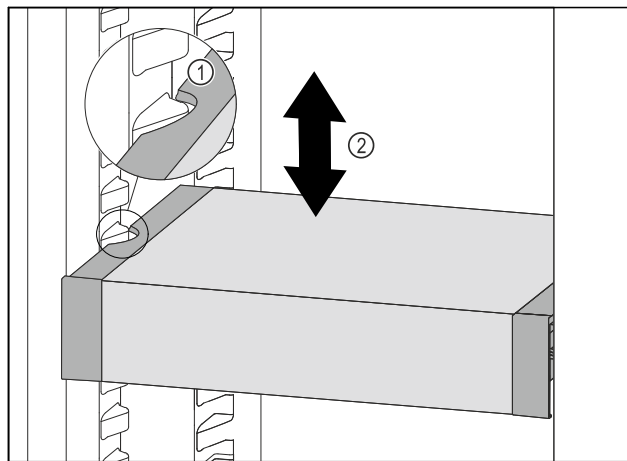

Fig. 133
- Táhněte VarioSafe dopředu, dokud nebudou boční vybrání VarioSafe na úrovni žebrování na nádoby v chladničce. Fig. 133 (1)
- Posouvejte VarioSafe v chladničce nahoru nebo dolů, dokud nedosáhnete požadované výšky. Fig. 133 (2)